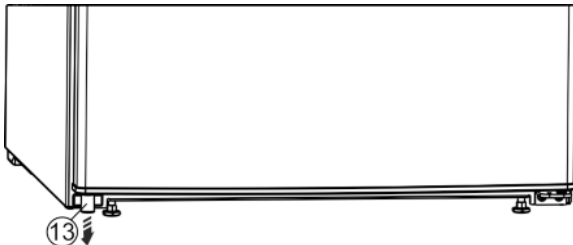

Fig. 5
- ▶ Vegye ki a bal alsó távtartót Fig. 5 (13) az ajtóból.